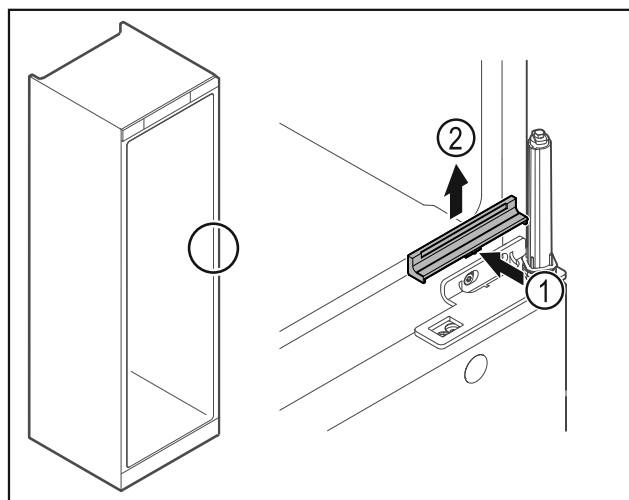

Fig. 21
- Abdeckung Fig. 21 (1) in der Mitte leicht eindrücken und nach oben abnehmen Fig. 21 (2).